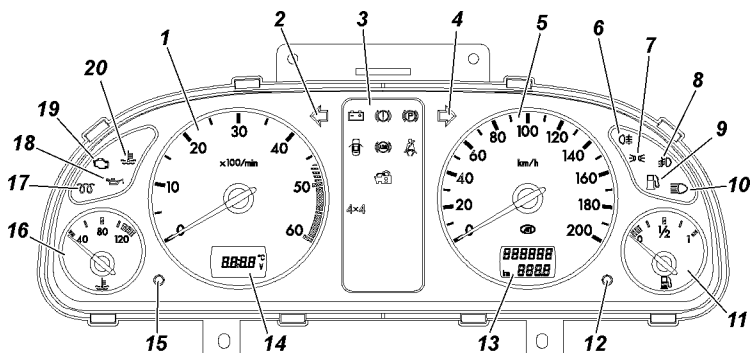

Рис. 3.3. Комбинация приборов (наименование позиций см. в тексте)
**3 -комбинация приборов** (рис. 3.3).
На рис. 3.3 изображена комбинация приборов.